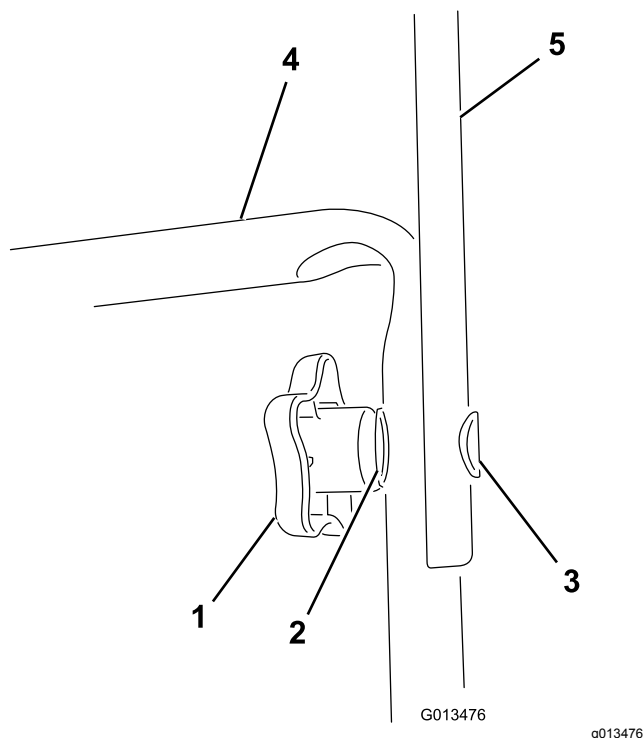

Figure 1
1. Retirez les boutons du guidon, les boulons ovales et les rondelles bombées de la partie inférieure du guidon (Figure 1).
2. Montez la partie supérieure du guidon sur la partie inférieure au moyen des boutons du guidon, des rondelles bombées et des boulons ovales, comme illustré à la Figure 1.